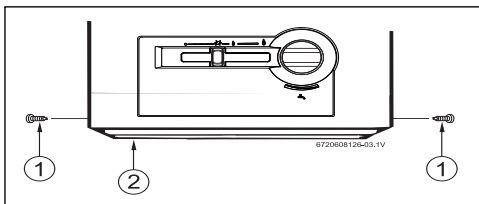

Fig. 5 Illustration du plateau à particules incandescentes
- Installez le plateau à particules incandescentes à l'aide des vis fournies, comme le montre la Fig. 5.